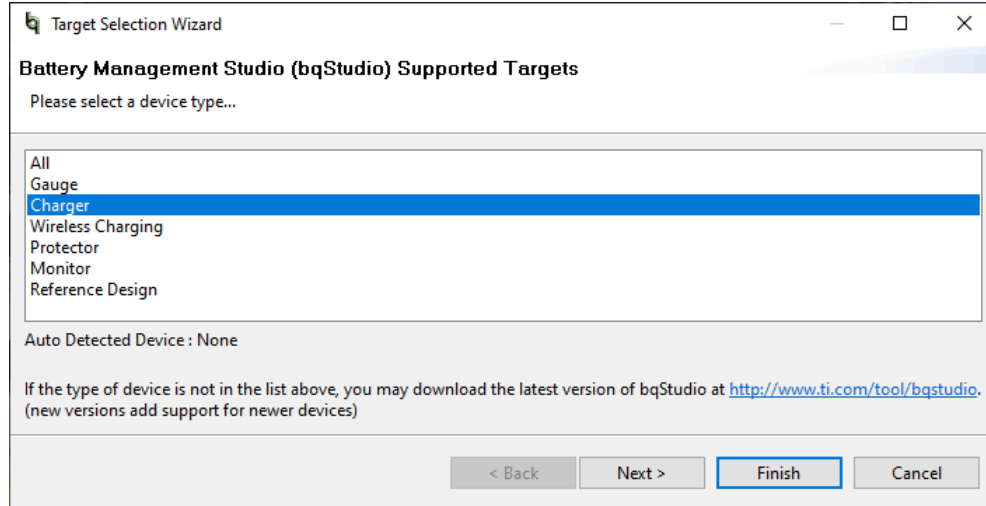

図 3-1. BQStudio のデバイス タイプ選択ウィンドウ
1. EV2400 インターフェイス ボードに接続されているコンピュータで、Battery Management Studio (BQStudio) を起動します。図 3-1 に示すように、チャージャを選択します。